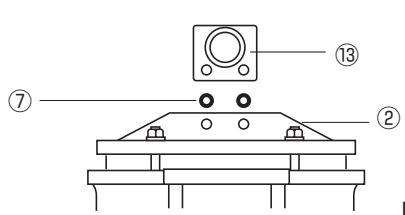

図 32
3. プレートセットの取り外し：セットボルト⑦を外してください。これにより弁体②とプレートセット⑬が分離できます。(図 32)